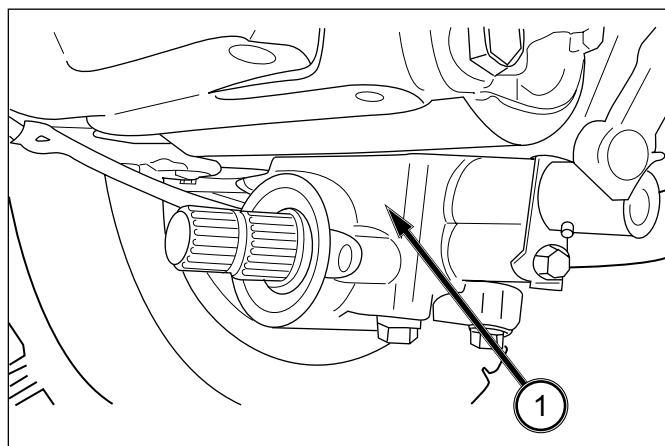

FIG. 5-22
FIG. 5-22: La prise de force ventrale (1) est un arbre tourné vers l'avant situé sous le tracteur. Elle sert à entraîner des équipements montés sous le tracteur ou à l'avant. Cette prise de force comporte un arbre de 25,4 mm à quinze cannelures.